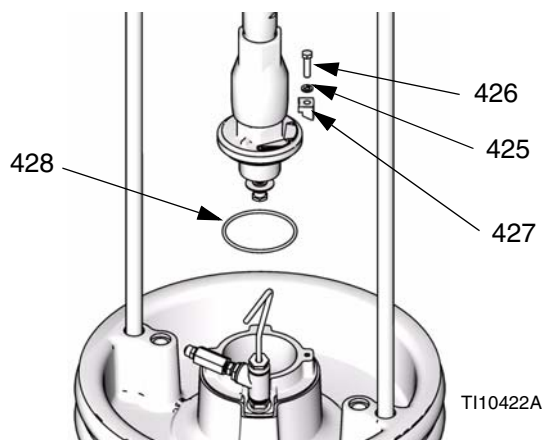

FIG. 19: Kit de montaje de 55 y 30 galones
1. Coloque la junta tórica (428) del kit de montaje 255392 en el plato seguidor. Si está fiada a la placa, coloque la bomba de desplazamiento en el plato seguidor. Vea la FIG. 19.
2. Fije la brida de admisión de la bomba a la placa con tornillos (426), arandelas (425) y cuatro mordazas (427) incluidos en el kit de montaje 255392.